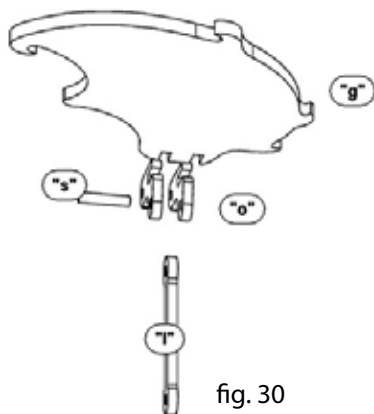

fig. 30
Liberare le ali "g" (insieme "C") gli elementi "o" e "l" (insieme "D"), prendere 2 perni "v" ed assemblargli come da fig. 30 e 31. Naturalmente incollare solo le ali con i supporti "o" e la testa del perno "v" che deve essere solo solidale ai supporti "o" ma deve consentire alla biella "l" di girare liberamente. Ripetere l'operazione su tutte e due le ali.
1. Free the wings elements "g" (SET "C"), the elements "o" and "l" (SET "D"), then take the two pins "v" and assemble them as shown in Fig. 30 and 31. Only glue the wings with the "o" supports, and the head of the pin "v" that will have to be only a solid support of the element "o" while still enable the connecting rod "l" to turn freely. Repeat on both wings.